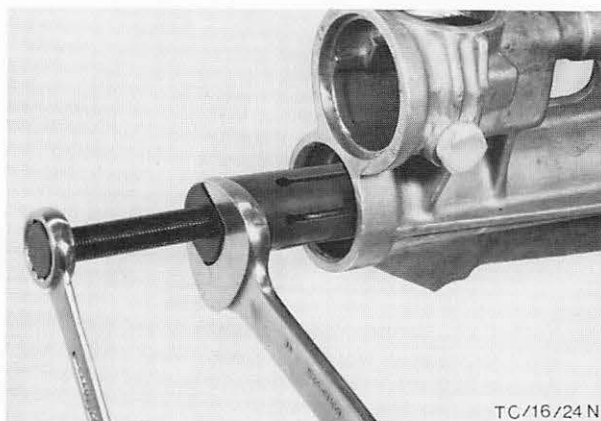

Abb. 35 Büchse Getriebeverlängerung mit Spezialwerkzeug G2-7041-A ausziehen
10. Büchse Getriebeverlängerung mit Spezialwerk-zeug G2-7041-A ausziehen. Abb. 35.